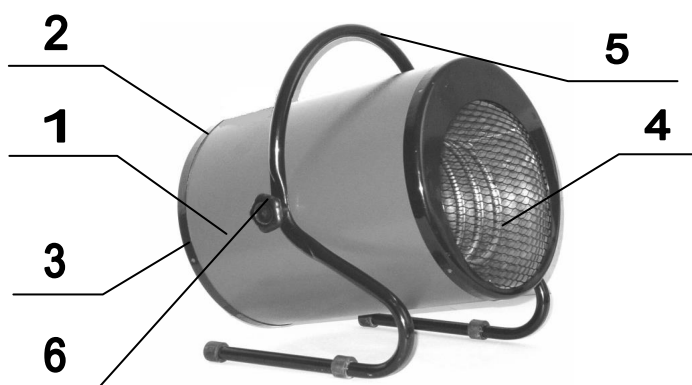

Рис.1. Тепловентилятор
5.1. Конструкция тепловентилятора (рис.1) состоит из корпуса наружного поз. 1 и внутреннего имеющего цилиндрическую форму и смещенного вниз относительно оси.